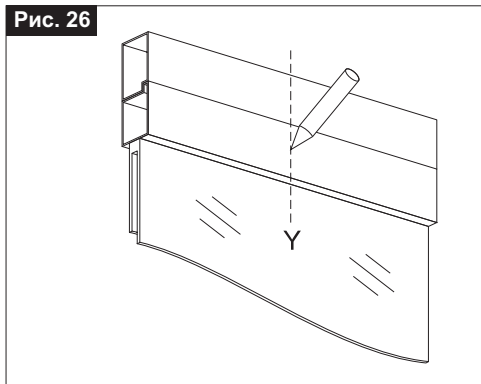

Рис. 27
- 3) **Рис. 27-** Кронштейн для крепления электропривода расположите по центру линии, используя специальную метку (**Поз. 1**); кронштейн расположите на раме так, чтобы он оказался на 14 мм (± 1 мм) выше края створки; наметьте отверстия;